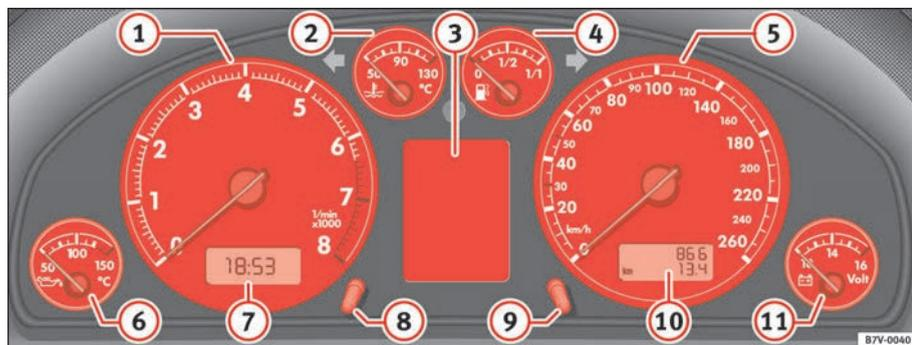

Fig. 44 Detalle del tablero de instrumentos: cuadro de instrumentos
Si, por ejemplo, la aguja se posiciona exactamente sobre el 2, esto corresponde a un régimen de 2.000 rpm ⇒ página 68, fig. 44 ①.
- Gire brevemente el botón de ajuste \Rightarrow página 68, fig. 44 ⑧ en el sentido contrario al de las agujas del reloj para adelantar el reloj una hora o
El contador superior del cuentakilómetros \Rightarrow página 68, fig. 44 ⑩ registra el trayecto total.
El contador inferior registra los recorridos cortos. La última cifra indica recorridos de 100 en 100 m. El contador para recorridos cortos se pone a cero presionando el botón de puesta a cero \Rightarrow página 68, fig. 44 ⑨. ■
El voltímetro ⇒ página 68, fig. 44  indica la tensión de la red eléctrica de a bordo. El valor normal oscila entre 12 y 15 voltios. Si, con el motor en marcha, el valor es inferior a 12 voltios, acuda a un taller especializado para que comprueben la alimentación de corriente (batería y alternador).
La indicación del servicio aparece bien en el cuentakilómetros ⇒ página 68, fig. 44 , o bien en la pantalla⁷⁾ del cuadro de instrumentos ⇒ página 68, fig. 44 .